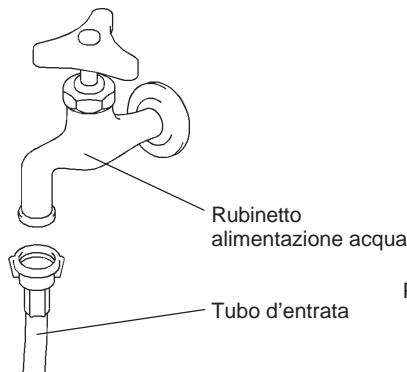

Fig. 10
- 2) Collegare l'altra estremità del tubo d'entrata al rubinetto dell'acqua (Fig. 10), in modo tale che la rondella sia correttamente posizionata prima di serrare a mano come sopra.